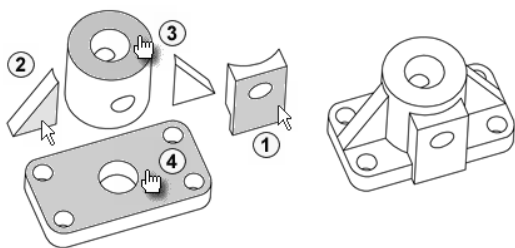

图 3-39 组合体的组成
(1) 模型分析
将组合体分解为 4 部分后，要根据构型选择第一个基本特征的草图轮廓。第一部分和第二部分的形状特征图在“前视”（如图 3-39 中①②所示），且与后续特征无关，但它们的特征依赖于圆筒（第三部分，如图 3-39 中③所示）。第三部分圆筒的形状特征图在“上视”，圆筒的尺寸比底板小，且定位依赖于底板。第四部分底板的形状特征图也在“上视”（如图 3-39 中④所示），可直接拉伸后获得，尺寸较大，且置于最下方起支撑作用。在此基础上，可利用其草图特征创建圆筒，其轮廓利用度较高，适合作为第一个基本特征草图。